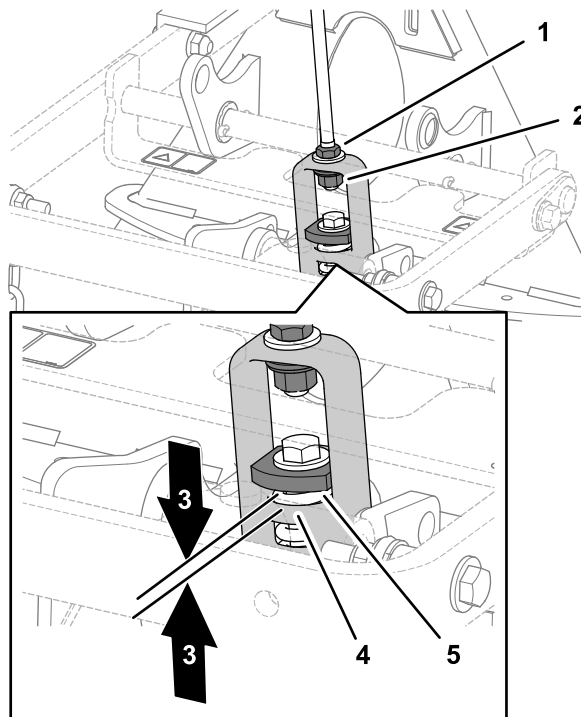

Рисунок 8
2. Измерьте зазор между усиленной шайбой и буртиком в подъемной вилке на переходнике навесного оборудования, как показано на Рисунок 8.
Примечание: Звено будет правильно отрегулировано, если в результате вашего измерения зазор окажется от 1,5 до 2,0 мм между усиленной шайбой и буртиком подъемной вилки (Рисунок 8).
3. Если зазор неправилен, отпустите зажимную гайку и подтяните или ослабьте регулировочную гайку на узле тяги так, как это необходимо для изменения зазора (Рисунок 8).